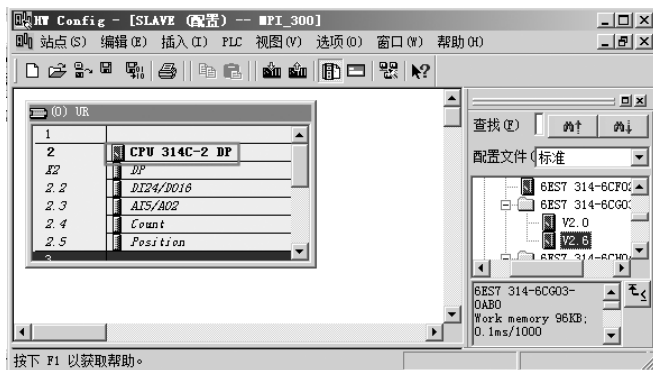

图 8-37 站 3 的硬件组态
5) 站 3 的硬件组态。回到图 8-32，选定“SLAVE”，双击“硬件”，弹出硬件组态界面，先插入导轨，再插入 CPU 模块，如图 8-37 所示。双击槽位 2 的“CPU 314C-2DP”。